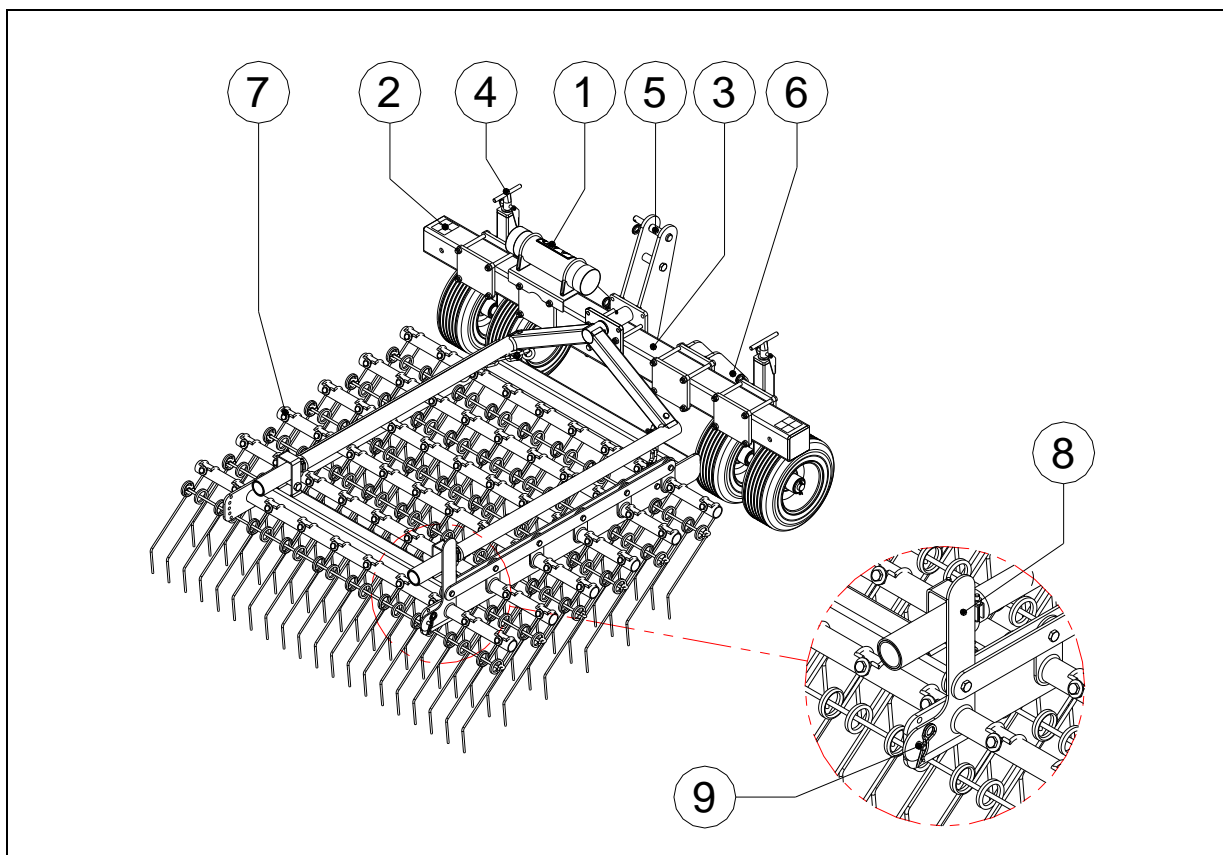

fig. 7
Nos dois lados da Verti-Rake estão presentes etiquetas de segurança (fig. 4,5,6) na placa lateral e na cobertura traseira (fig. 7), com um significado símile. Estas etiquetas de protecção deverão ser sempre visíveis e legíveis e deverão ser substituídas quando estiverem danificadas.
1. O ajuste da roda de tracção, girando as roscas de regulação 4 (fig. 7) na parte dianteira da máquina.